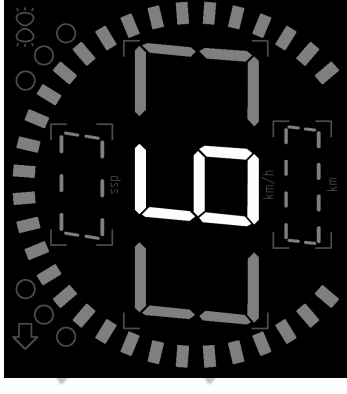

Рисунок 7
Режим установки количества количества импульсов ДС на 1 метр пути (2) предназначен для корректной работы спидометра комбинации приборов с различными датчиками, вырабатывающими от 1 до 10 импульсов. При чем значение «0» редактируемого параметра соответствует 10 имп. По умолчанию этот параметр «6». При этом изменяемый параметр моргает. При кратковременном нажатии кнопки происходит изменение количества импульсов с инкрементом значения (см.рис.7), при удержании кнопки не менее 3 секунд - переход в следующий режим. При измерении скорости к основной погрешности прибавляется погрешность, согласно таблице: